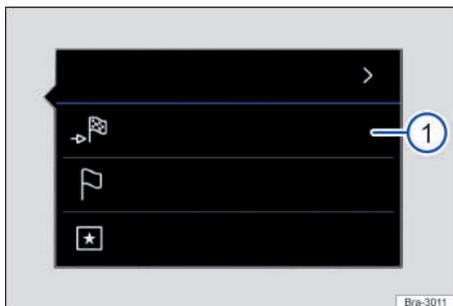

Fig. 165 Tocar el punto deseado en el mapa para el registro directo del destino.
El mapa de navegación para su país contiene en varios lugares áreas activas, aptas para una entrada de datos directamente desde el mapa. Para ello toque con el dedo en el lugar deseado en el mapa y si existen para este lugar datos activos, se abre una ventana adicional referente al destino tocado → **fig. 165 ①**.
Seleccionar la función en la ventana adicional → **fig. 165 ①**: